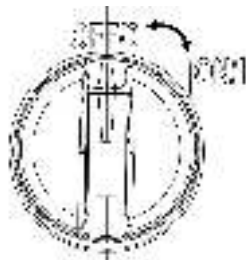

Рис. 8 Включение и выключение аппарата
3. Переведите выключатель аппарата в положение «ON/I» (Включено) (Рис. 8). Электродвигатель включится на короткий промежуток времени и сразу выключится.
Для выключения аппарата переведите выключатель в положение OFF/O (Выключено) Рис. 8.
Для перерыва в работе необходимо отпустить рычаг включения пистолета. В случае продолжительных перерывов в работе (более 5 минут) устройство необходимо выключить (Рис. 8). После 15 минут непрерывной работы делайте перерыв на 15 минут, чтобы устройство остыло.